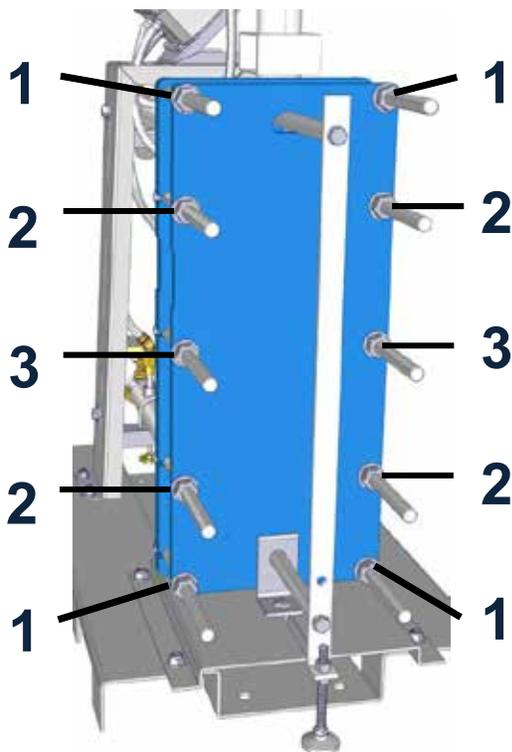

FIGURE 4-3a: Ordre de desserrage des boulons
7. Desserrer les écrous de serrage des boulons de la plaque de fouloir dans l'ordre indiqué dans la figure 4-3a.